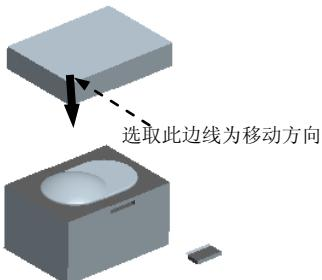

图 13.18 移动上模后的状态
Step3. 开模步骤 2: 移动上模。输入要移动的距离值-60, 结果如图 13.18 所示。